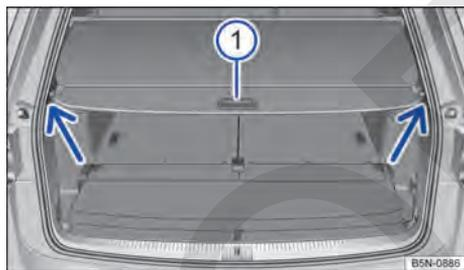

Fig. 184 En el maletero: cubierta del maletero cerrada.
- Tire de la cubierta un poco hacia atrás por el tirador → fig. 184 ① y extráigala hacia arriba del anclaje (flechas). Guíe la cubierta con cuidado hacia delante.